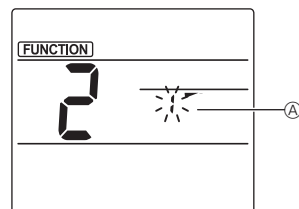

Fig. 2
- ② Seleccionar o número da palheta (Fig. 2)